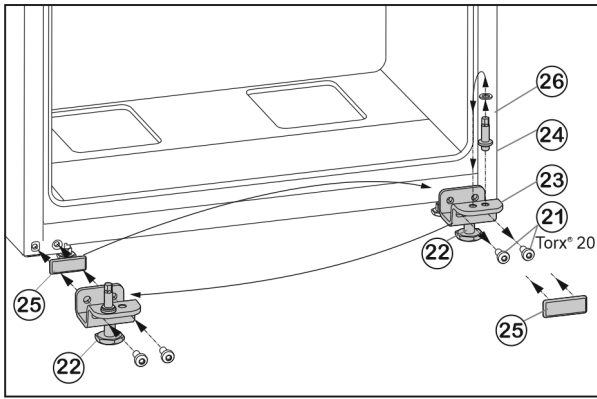

Fig. 7
- Befestigungsschrauben Fig. 7 (21) abschrauben.
- Lagerbock unten Fig. 7 (23) komplett mit Lagerbolzen Fig. 7 (24), Scheibe Fig. 7 (26) und Stellfuß Fig. 7 (22), abnehmen.
- Lagerbolzen Fig. 7 (24) komplett mit Scheibe Fig. 7 (26) abschrauben, in das gegenüberliegende Aufnahmeloeh des Lagerbocks umsetzen und wieder festschrauben.
- Abdeckplatte Fig. 7 (25) vorsichtig abnehmen und auf die Gegenseite umsetzen.
- Lagerbock unten Fig. 7 (23) komplett mit Lagerbolzen Fig. 7 (24), Scheibe Fig. 7 (26) und Stellfuß Fig. 7 (22) auf der neuen Scharnierseite ggf. mit Hilfe eines Akkuschräubers **fest (mit 4 Nm)** wieder anschrauben.
- Untere Tür von oben auf Lagerbolzen Fig. 7 (24) aufsetzen.
- Stellfuß Fig. 7 (22) am Lagerbock unten Fig. 7 (23) herausdrehen, bis er auf dem Boden aufliegt.